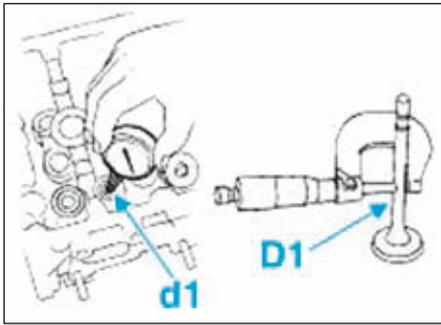

FIG.42
• A l'aide d'un micromètre, relever le diamètre d1 de la queue de soupape et le diamètre D1 du guide de soupape (Fig.42).